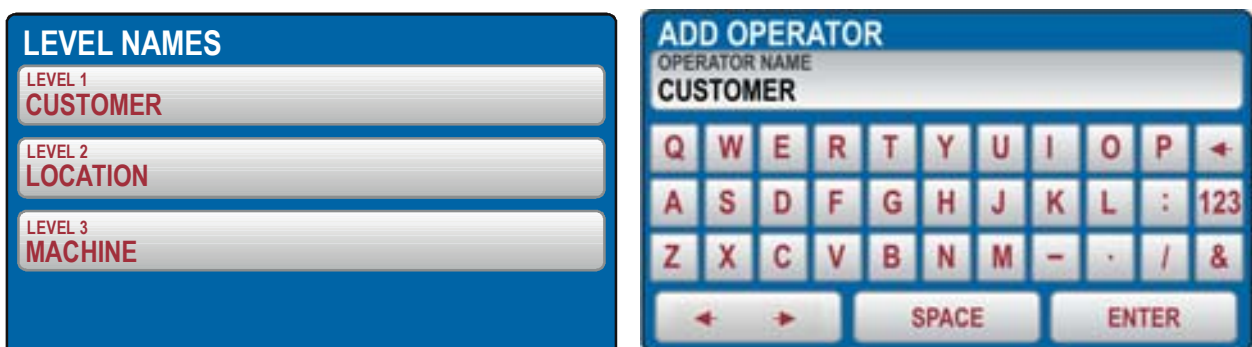

Fig. 12: Menu LEVEL NAMES
- **LEVEL NAMES** → Lorsque les résultats du test sont enregistrés, 3 niveaux sont disponibles: **LEVEL1**, **LEVEL2** et **LEVEL3**, dont les noms peuvent être librement modifiés (**12 caractères maximum**) à l'aide du clavier virtuel interne (voir Fig. 12) et peuvent être utilisés pour sauvegarder les données de mesure. avec instrument lorsque la touche **SAVE** est enfoncée (voir §)